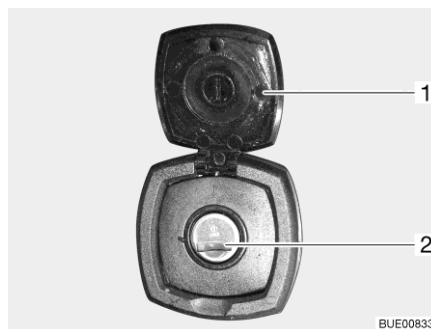

Fig. 60 Serrure du portillon, carrée
- Ouvrir le cache (Fig. 60,1).
- Insérer la clé dans le barillet (Fig. 60,2) et la tourner d'un quart de tour.